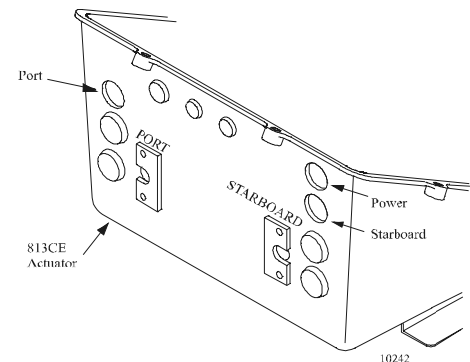

Abbildung 7: Eintritt in die 813CE-Stelleinrichtung
- E) Entfernen Sie nur die Verschlussstopfen, die für das achtadrige Kabel und die beiden zweiadrigen Stromversorgungskabel, wie in Abbildung 7: gezeigt, benötigt werden.
HINWEIS: VERGEWISSEN SIE SICH BEI DOPPELSCHRAUBENSYSTEMEN, DASS DIE SCHALTZÜGE JEWEILS DURCH DIE RICHTIGE SCHALTZUGDURCHFÜHRUNG VERLAUFEN. BACKBORD- UND STEUERBORD-KABEL MÜSSEN ENTSPRECHEND DEN BESCHRIFTUNGEN AM 813CE VERLEGT WERDEN. SIEHE ABBILDUNG 7:.